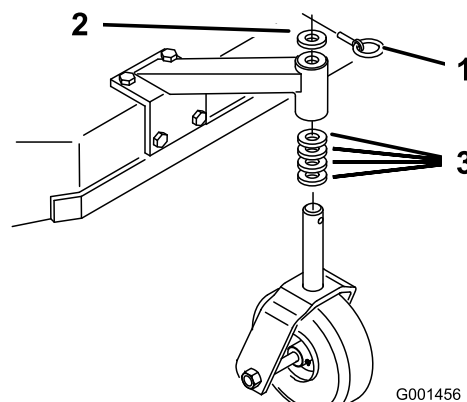

Figura 12
1. Usando la Tabla de alturas de corte, ajuste los espaciadores de las ruedas giratorias según el taladro de eje seleccionado (Figura 12).
2. Retire el pasador, retire la rueda giratoria del soporte y cambie los espaciadores (Figura 12).
3. Instale la rueda giratoria en el soporte e introduzca el pasador (Figura 12).